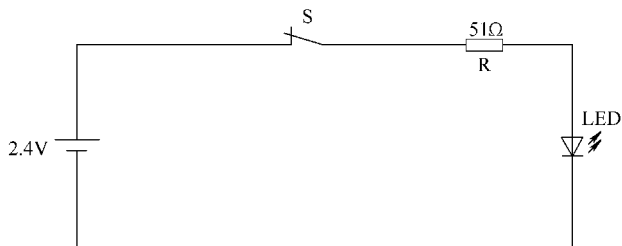

图 2-99 微型手电电路
1) 微光源。利用高亮度或超高亮度 LED 制作微型手电的电路如图 2-99 所示。图中电阻 R 是限流电阻,其值应保证电源电压最高时使 LED 的电流小于最大允许电流 I_{Fm} 。